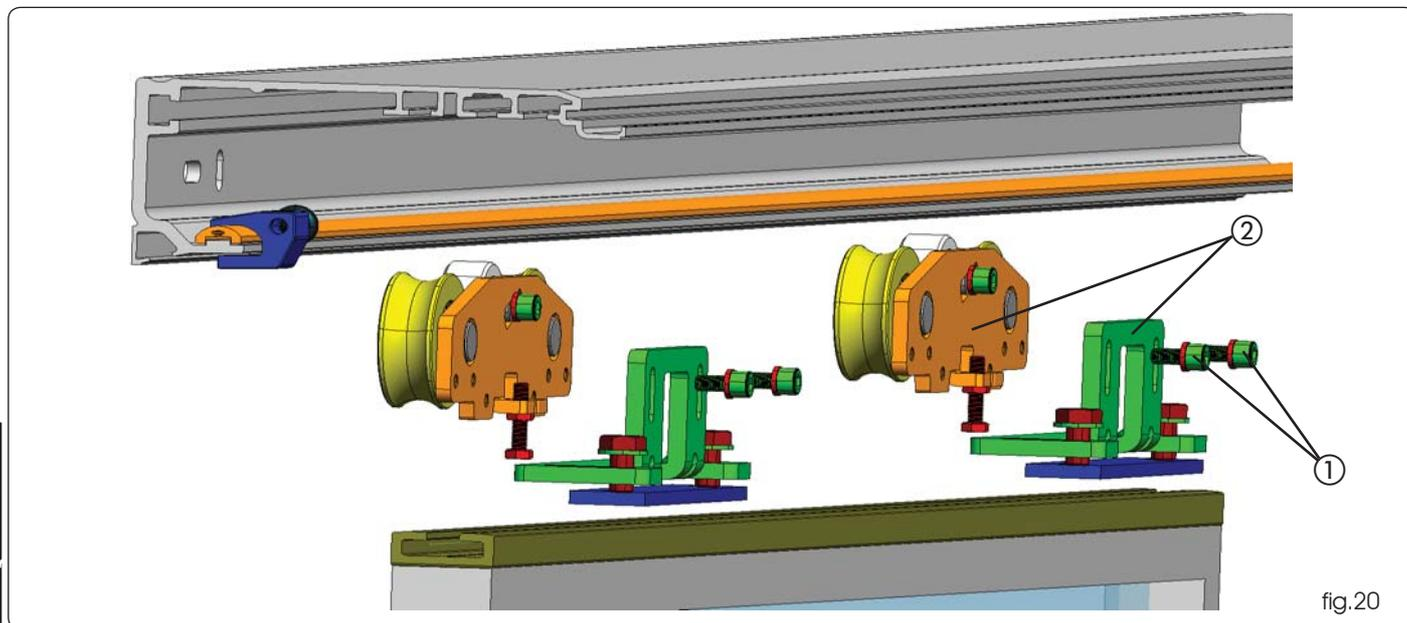

fig.20
Désassembler le chariot en détachant la plaque supérieure et inférieure du chariot fig.20 réf.
② en enlevant les 2 vis de fixation M6 fig.20 réf. ①.